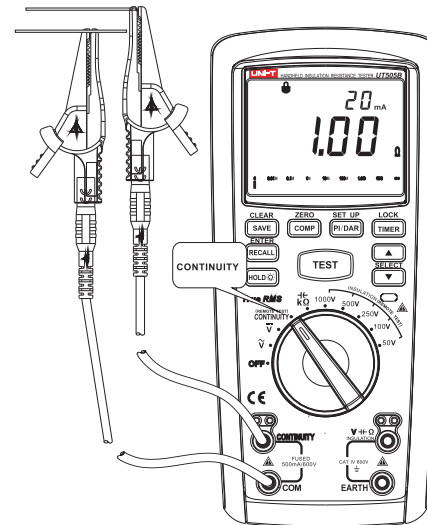

图6
3、CONTINUITY测量(见图6)
- ① 将红色表笔插入"CONTINUITY" 插孔(红色孔),黑色表笔插入COM插孔(黑色孔)。
- ② 将转盘开关旋转至"CONTINUITY" 档位, 并将表笔并联到待测电路中。
- ③ 按下"TEST" 按钮, 显示屏显示测量值。
- ④ 在测量过程中如果想保存测量电压值只需按下"SAVE /CLEAR" 按键即可保存。
- ⑤ 为了保证测量准确度, 测量前需对仪表表笔做归零, 目的是去除表笔带来的误差; 具体操作为先将两表笔的鳄鱼夹短路, 按下"TEST" 按键后, 屏幕读数显示低于2.00Ω的电阻值, 再长按"COMP/ZERO" 3秒钟, 屏幕左上角显示"ZERO" 符号, 并且屏幕读数显示为"0.00Ω" 表示归零成功。在测试中, 若保险丝失效仪表屏幕会显示"FU FAIL" 警告字符并停止测试, 提示用户保险丝已坏, 请更换保险丝后再使用。
- ⑥ 若想打开蜂鸣功能(当测试值 $\leq 30\Omega$ 时, 蜂鸣器会长叫), 请在SET UP功能中设置, LCD显示"bu ON" 或"bu OFF" 通过上下键切换成OFF按 ENTER 键关闭蜂鸣功能, 切换成 ON 按 ENTER 键开启蜂鸣功能。在蜂鸣功能使用时请确定关闭了比较功能。